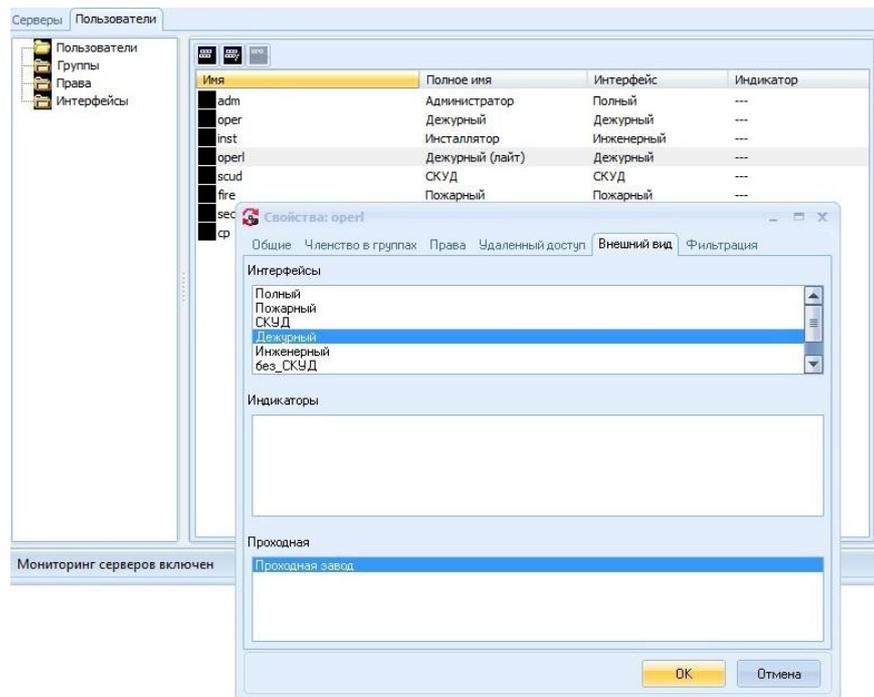

Рисунок 3.34 Назначение интерфейса «Дежурный» и «Проходная завод» пользователю
- В открывшемся окне «Свойства пользователя» в поле **Интерфейсы** выбрать в списке нужный интерфейс и нажать кнопку **ОК** (Рисунок 3.34).
- В открывшемся окне «Свойства пользователя» в поле **Проходная** выбрать нужный вариант проходной и нажать кнопку **ОК** (Рисунок 3.34).